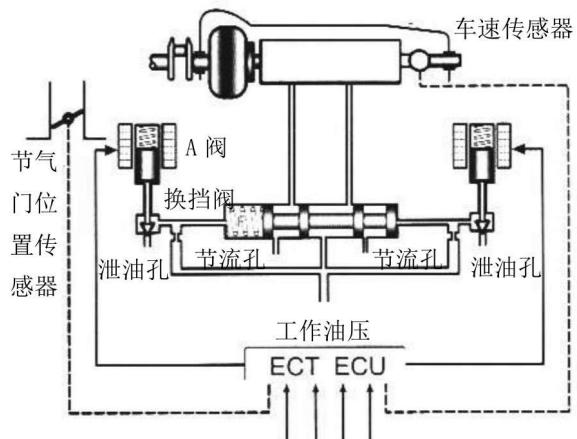

图 1-5 电控自动变速器示意图
(2) 电子控制自动变速器。如图1-5所示，20世纪80年代后期由于汽车电子控制技术的发展，特别是电喷发动机的广泛使用，出现了计算机的控制技术和电子传感器的大量使用，不少的工况信息由此相互间可以共享。在电控自动变速器中，换挡的变换依据主要信号仍然是发动机负荷和汽车车速两个信号，但是反映发动机负荷大小的信号是节气门位置传感器或进气歧管绝对压力传感器，反映汽车车速的信号是车速传感器。电子传感器把采集的发动机负荷和车速信号转换成电压和电流传送给电脑，电脑接受信息后，与存储在内部的程序加以比较，并给执行换挡的电磁阀发出通、断点的指令，实现升降挡位的变化。